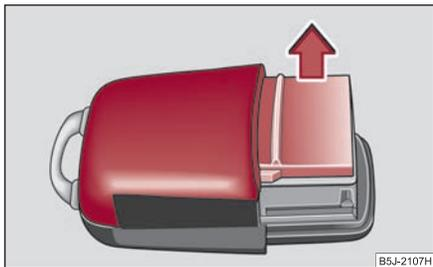

Abb. 34 Deckel des Sendergehäuses
- Nehmen Sie den Deckel des Sendergehäuses ⇒ Abb. 34 in Pfeilrichtung ab.